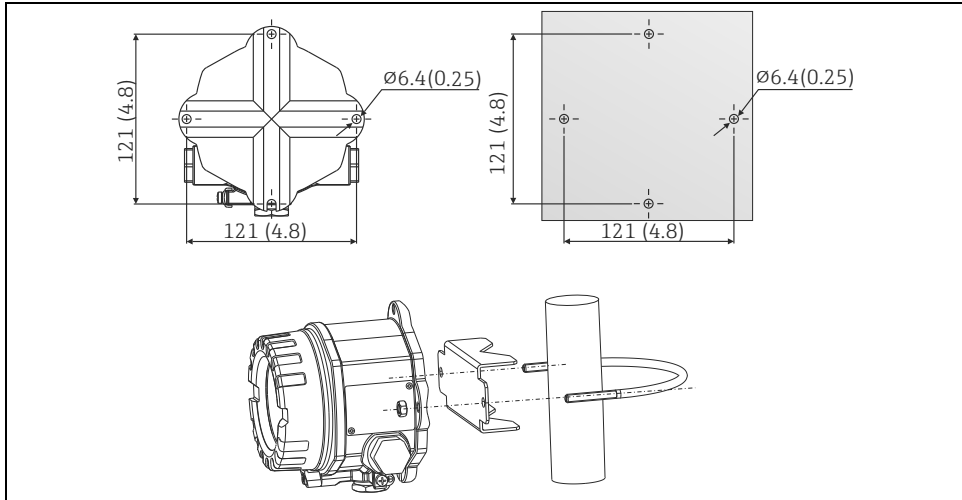

Abb. 1: Direkte Wand- oder Rohrmontage (Abmessungen in mm (in))
- 2 Löcher bohren. Bohrschablone und Bohrabstand → Abb. 1
Der Montagehalter ist geeignet für Rohre mit einem Durchmesser zwischen 1,5 in und 3,3 in. Zur Montage des Gerätes an ein Rohr gehen Sie wie folgt vor → Abb. 1: